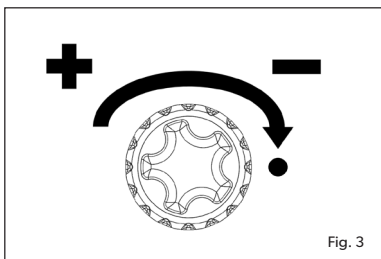

Fig. 3
- Drej kontrolknappen på Dual Power Pak mod uret for at øge gastilførslen (fig. 3).